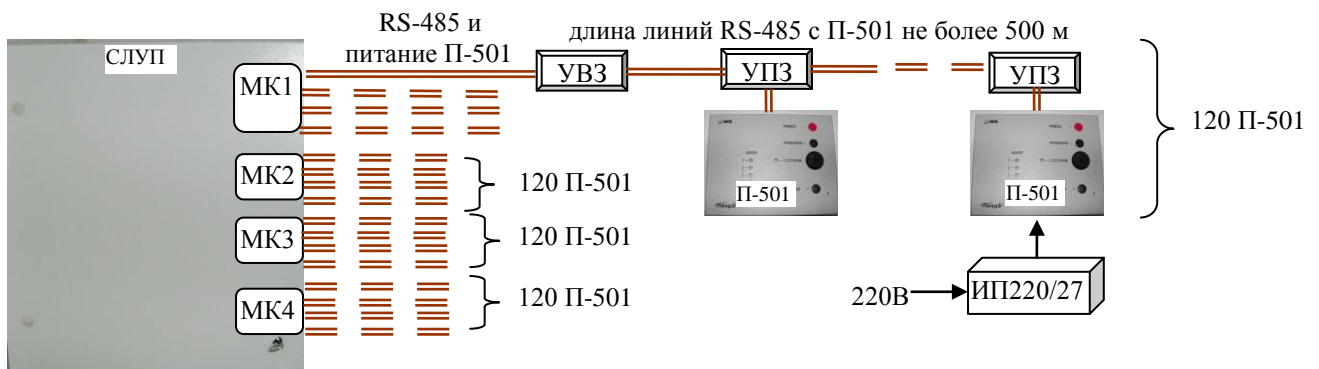

Рисунок 9.3 Общая схема подключения П-501
9.2.3 Общие сведения по подключению П-501 к СЛУП. В общем случае П-501 подключаются к серверу через устройство вводно-защитное УВЗ (при наружной прокладке линии связи) и через устройство подключения и защиты УПЗ (рис. 9.3).
Максимальное число ППКОП П-501, которое можно подключить по интерфейсу RS-485 в СЛУП, составляет 480 при установке четырёх модулей МК (таблица 5.3), и только при наличии дополнительного питания для П-501. При этом на каждый МК допускается подсоединять 120 приборов П-501 (рис.9.3).